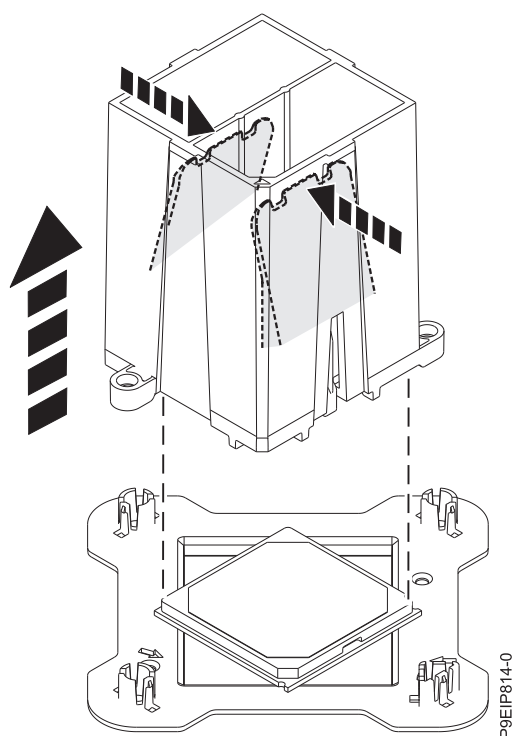

Figura 89. Liberando o módulo de processador do sistema da ferramenta
11. Pressione as duas guias azuis para liberar o módulo de processador do sistema da ferramenta, conforme mostrado em Figura 89.